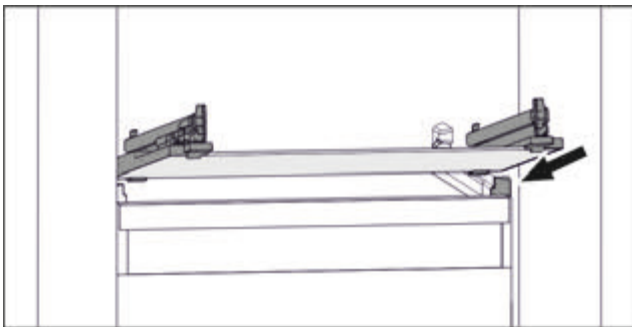

Fig. 95 Приблизне відображення скляної пластини
- ▶ Встановити скляну пластину за стопорами навкоси. (див. Fig. 95)